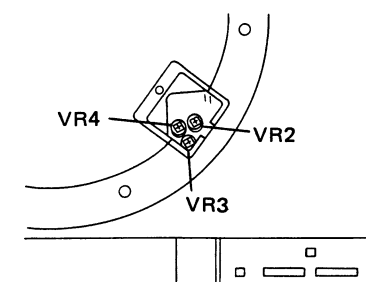

Fig. 11-1 Réglage du zéro du capteur d'alignement
2. Faire ensuite monter et descendre le bras à plusieurs reprises puis le remettre en position haute. Vérifier que la tension entre TP1 et TP2 ne dépasse pas  $\pm 2V$  (Fig. 11-1).
2. Garder le bouton d'enclenchement de la localisation (▶) enfoncé au premier niveau et régler VR4 de manière à ce que l'extrémité de la pointe de lecture se déplace à la vitesse de 50mm en  $7,1 \pm 0,7$  secondes (Fig. 11-1).